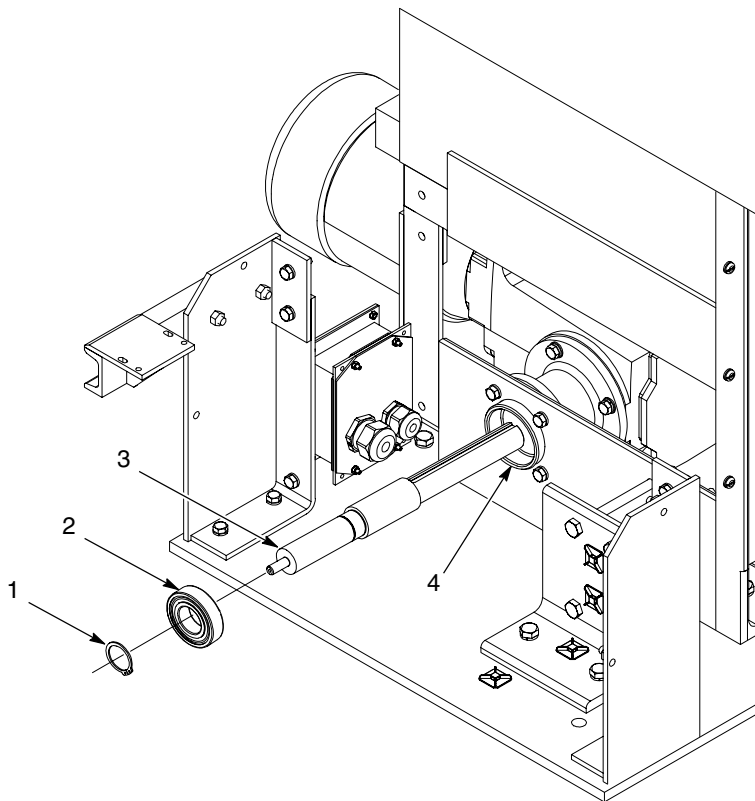

Figura 20 Substituição do rolamento ou do veio do motor de accionamento
3. Consulte a figura 20. Retire o freio (1) do veio do motor de accionamento (3). Retire o veio do motor de accionamento do adaptador (4).
4. Examine se o veio do motor de accionamento (3) apresenta desgaste ou danos e, se for necessário, substitua-o.
5. Retire o rolamento (2) do adaptador (4).